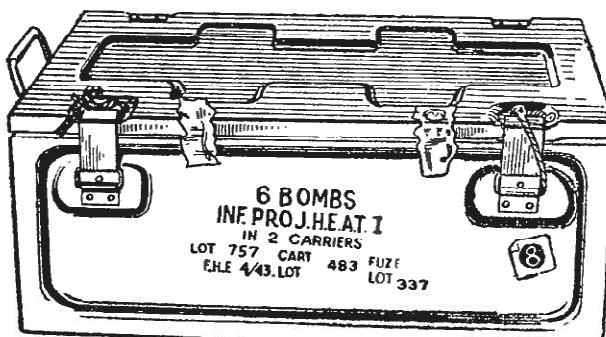

Рис. 55. Железный укупорочный ящик для 88-мм кумулятивных гранат
Две сборки (касsetы) по три футляра с гранатами уложены в железный ящик (рис. 55) с откидными замками и запломбированы. Трафарет на боковой стенке ящика обозначает следующее: 6 гранат пехотного (INF.) противотанкового бомбомёта в 2 кассетах. Номер партии футляров (LOT 757 CART), фирма (I. C. I. (C) FHE), время изготовления (4/43). Цифра 8 в кружке означает разряд груза.